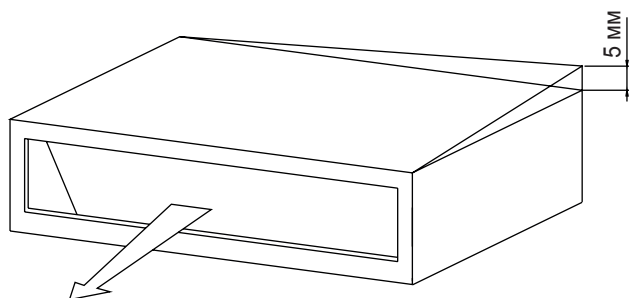

Рисунок 4.8. Угол наклона верхней поверхности
(2) Для улучшения дренажа задняя часть внутреннего блока расположена несколько ниже передней части (на 0–5 мм), как показано на рис. 4.8.
(3) После завершения регулировки затяните монтажную гайку. Для предотвращения ослабления гайки нанесите фиксатор резьбовых соединений.